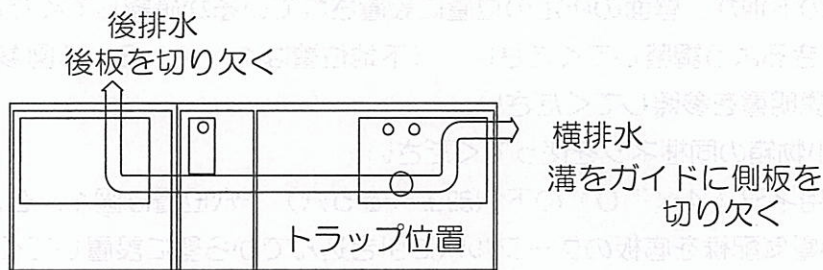

図7 排水器具の接続
- ・流し台のシンクにトラップを取付けてください。（図7参照）
- ・防臭ソケットを使用して排水管と仮接続してください。（図7参照）
⑤防熱板の取付けは本体同梱の説明書を参照してください。